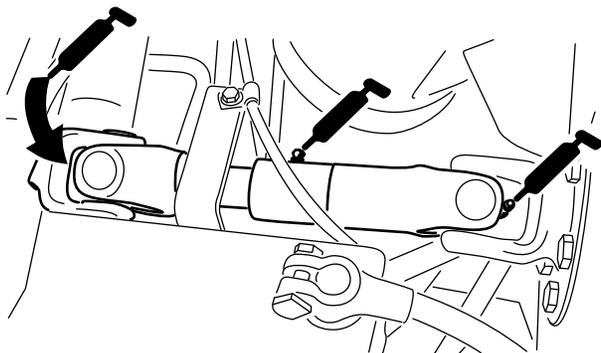

図 52
- ・ ポンプ駆動シャフトのUジョイント (3ヶ所) (図 52)